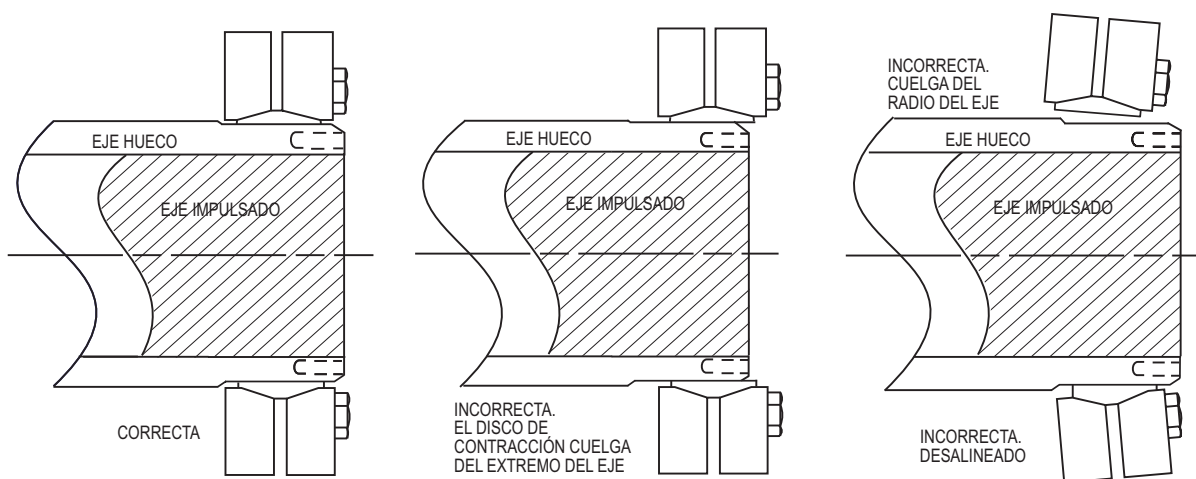

FIGURA 2. UBICACIÓN DEL DISCO DE CONTRACCIÓN
1. Limpie el OD (diámetro exterior) del eje hueco y el diámetro interior del anillo interno del disco de contracción. Lubrique ligeramente el OD del eje hueco con aceite mineral ligero. Deslice el disco de contracción en el eje hasta colocarlo en la posición correcta (figura 2, página 2). Asegúrese de que el borde interno del anillo interior del disco de contracción no quede colgando de uno de los radios del eje. Apriete a mano tres o cuatro tornillos de seguridad ubicados a intervalos iguales alrededor de la brida mientras mantiene paralelos los collarines exteriores. Esto asentará correctamente los collarines exteriores en la superficie cónica del anillo interior y evitará inclinar los collarines en ángulo. Apriete a mano los sujetadores restantes.